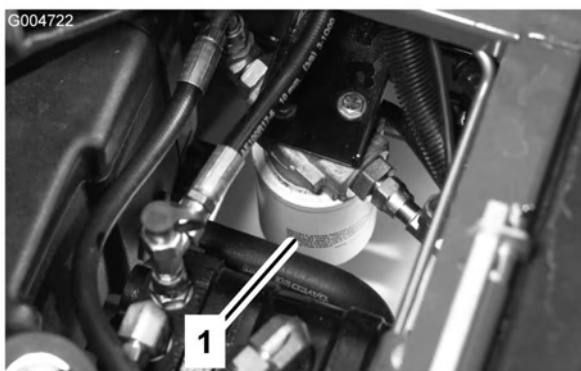

Figura 71
2. Limpie la zona de montaje del filtro. Coloque un recipiente debajo del filtro y retire el filtro (Figura 71).